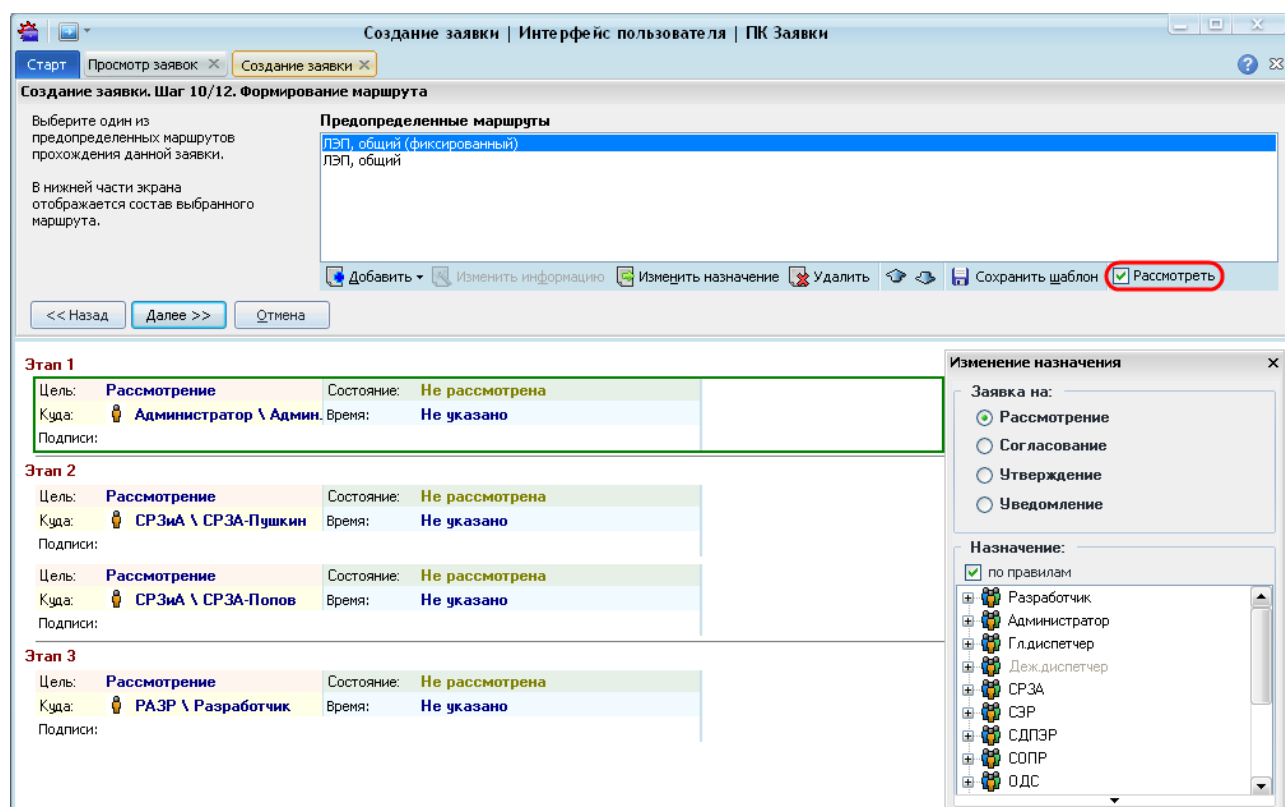

Рисунок 10.33 – Автоматическое проставление подписей
- флаг «*Рассмотреть*» для автоматического проставления подписи за все службы в заявке пользователем, обладающим правом «Создание рассмотренной заявки» (Рисунок 10.33).